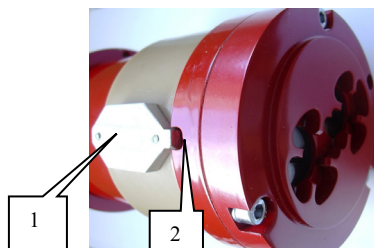

Рисунок 4 – Боковая сторона Извещателя
Если необходимо, чтобы выходной сигнал не содержал сигнал тревоги, то на ИП 329/330-3-1 «ВЕГА» должен быть магнитный ключ (Рисунок 4). В этом случае, срабатывание ИП 329/330-3-1 «ВЕГА» контролируют только визуально посредством индикаторных светодиодов, которые при сигнале «ПОЖАР» должны светиться постоянно. Если извещатель не прошёл испытание успешно, необходимо выполнить процедуры, описанные в разделе «Возможные неисправности и их устранение».
- к выемке на извещателе (рисунок 4) поднести магнит (будет слышен щелчок реле),